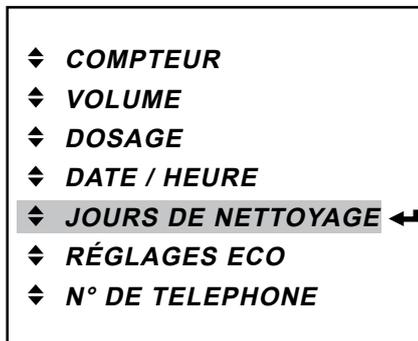

Fig. 42
- Appuyez sur la touche d'entrée ← pour afficher le menu «JOURS DE NETTOYAGE» (fig. 42).